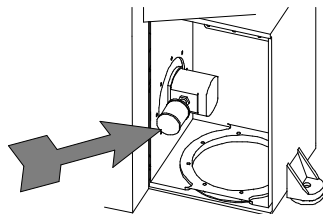

Fig. 21
d) providenciar na substituição do óleo hidráulico e do filtro (cód.: 01000133, pág. 5-6-7) após de 8000 horas de efetivo trabalho (Fig. 21);